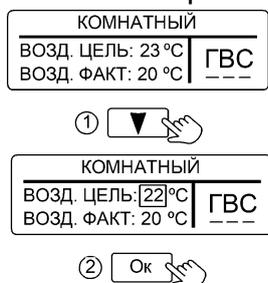

Рисунок 11.
**10.5 «КОМНАТНЫЙ»** – режим поддержания комфортной температуры воздуха в помещении. Датчик температуры воздуха (проводной или радиодатчик) устанавливается внутри помещения. Заводская настройка +23°C. Изменение настройки показано на рис. 11.